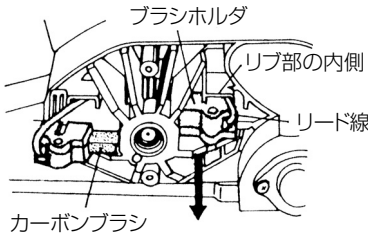
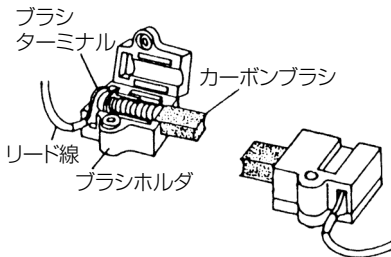

図 38
図 39
- (1) テールカバーをはずしてから、ブラシホルダを矢印方向に引き抜けば、中のブラシターミナルと一緒にカーボンブラシが取り出せます。（図 38、39）
- (2) 取付けは、まず図 39 のようにカーボンブラシとブラシターミナルをブラシホルダに入れます。次に図 38 のように、リード線をリブ部の内側に入れて、(1) の逆に行います。